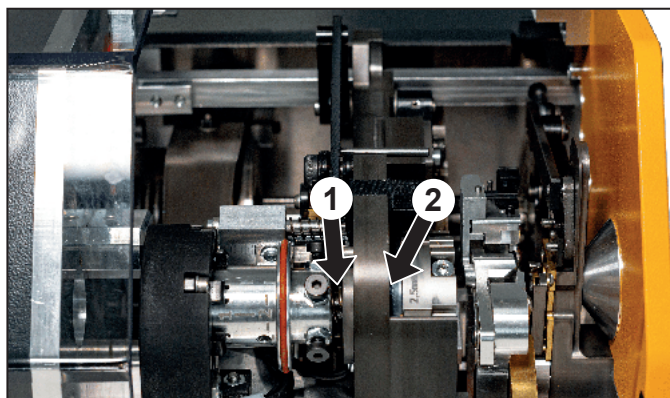

Bild 7.4 Schmierstellen Crimptrommel
- Schmieren Sie die Crimptrommel an Schmierstelle 1, siehe Bild 7.4.
- Drücken Sie Crimptrommel nach rechts und schmieren Sie die Crimptrommel an Schmierstelle 2, siehe Bild 7.4.